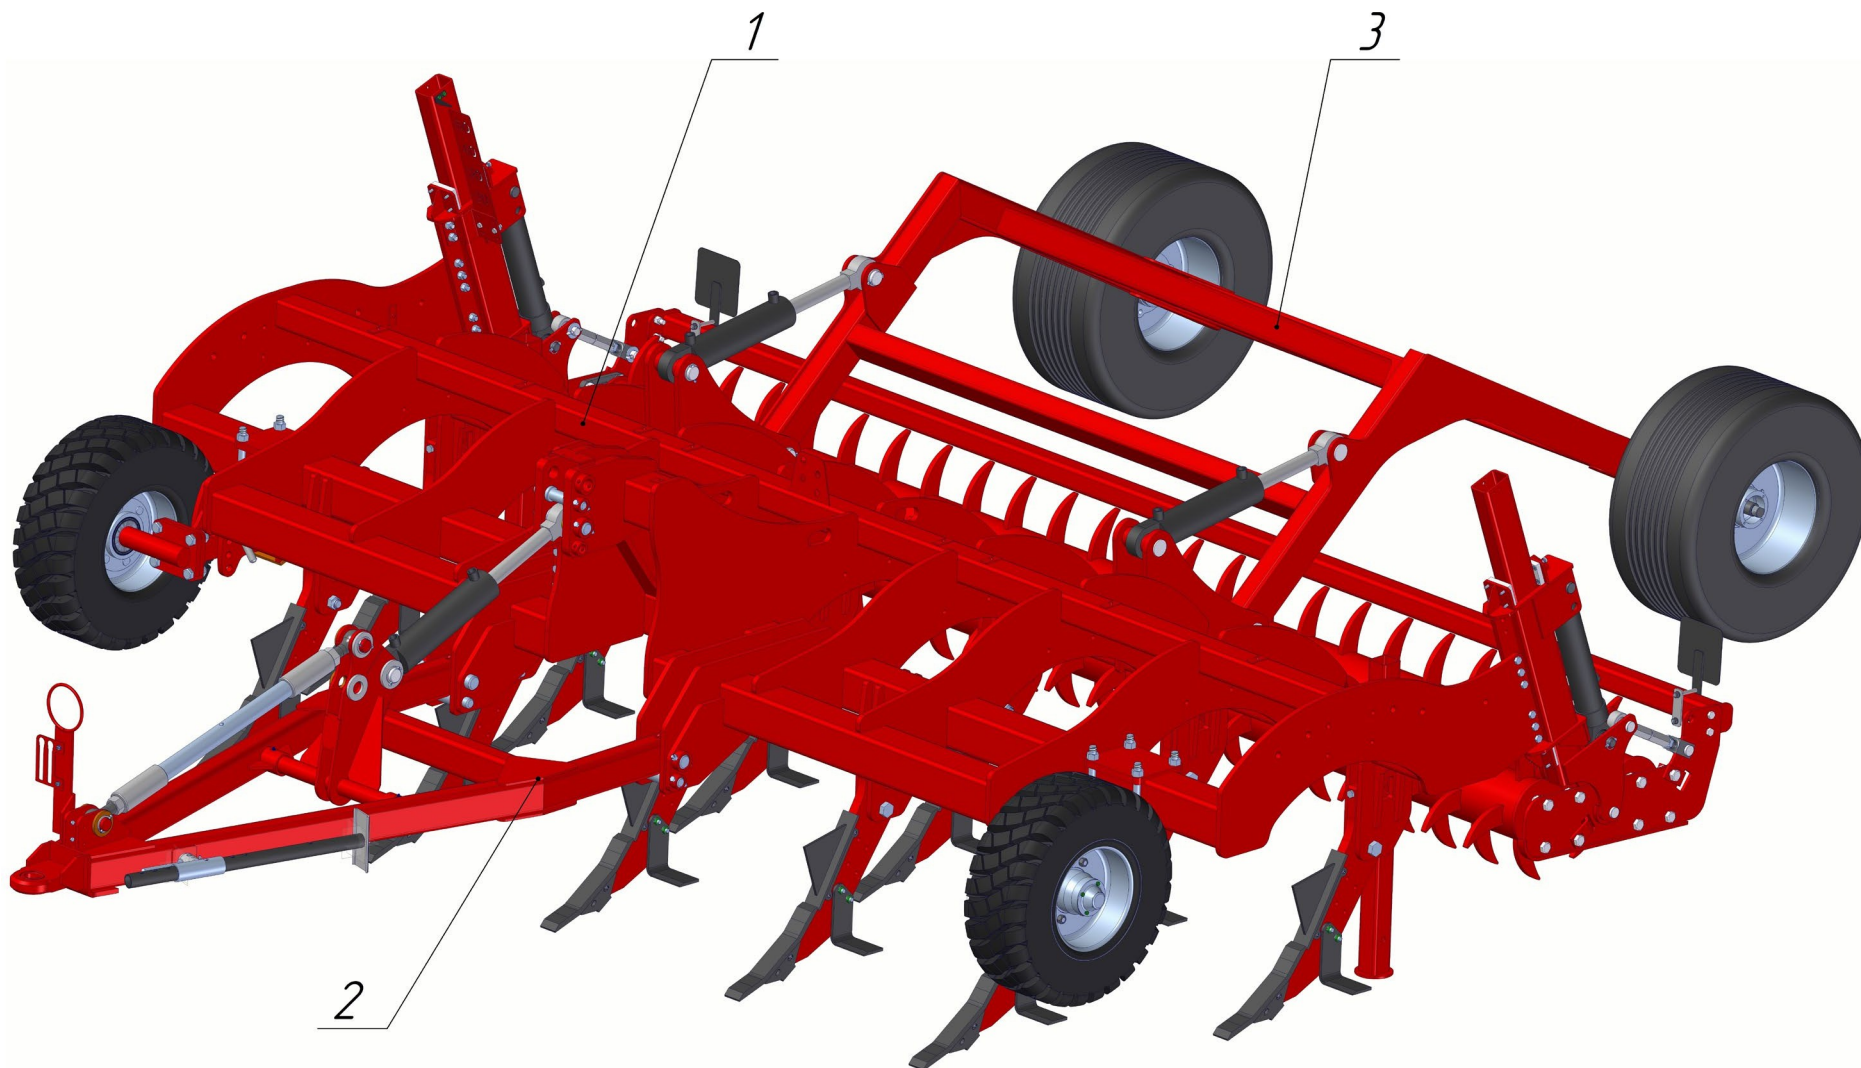

Рисунок 4 - Прицепной глубокорыхлитель.
Прицепной глубокорыхлитель состоит из (Рисунок 4) глубокорыхлителя КАМА ТIGER G (1), дышло (2) и опорный блок (3).